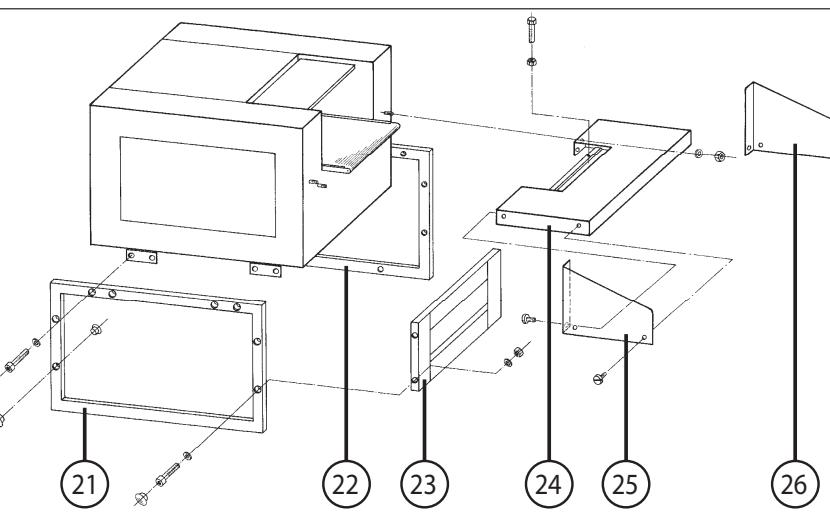

Fig. 1
- 21 = Quadro à esquerda (fig. 1 und 2)
- 22 = Quadro à direita (fig. 1)
- 23 = Chapa intermediária (fig. 1 e 2)
- 24 = Mesa (fig. 1)
- 25 = Ângulo de protecção à esquerda (fig. 1 e 2)
- 26 = Ângulo de protecção à direita (fig. 1)